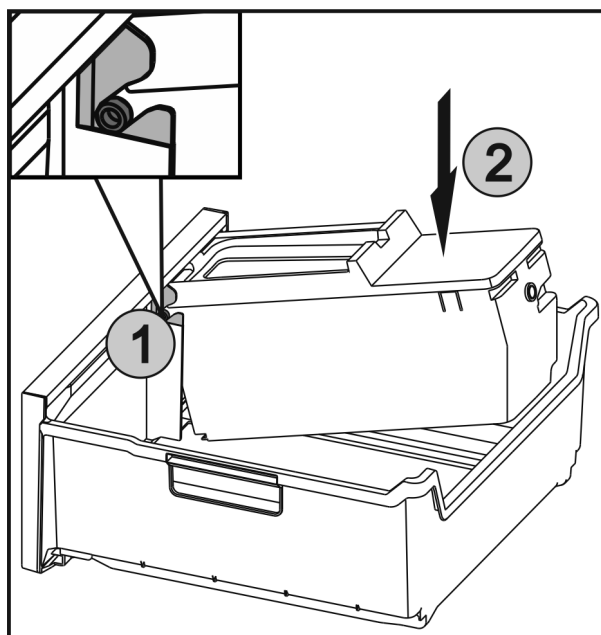

Fig. 41
- Inserire gli assi Fig. 41 (1) di EasyTwist-Ice nelle guide e premere la parte posteriore Fig. 41 (2) finché la linguetta non si innesta.